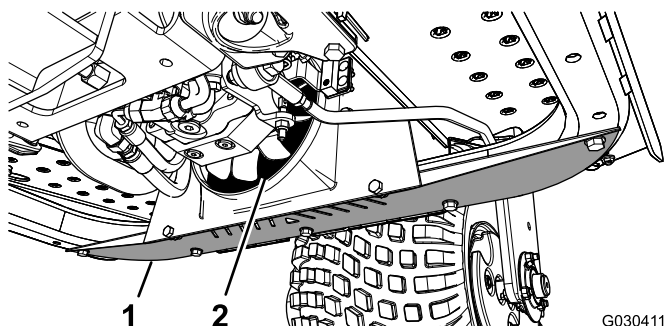

Figura 44
1. Rimuovete lo schermo inferiore (Figura 44).
2. Utilizzando un tubo, soffiare aria compressa tra le lame della ventola (Figura 44) per far fuoriuscire il materiale dalla direzione in cui è entrato.